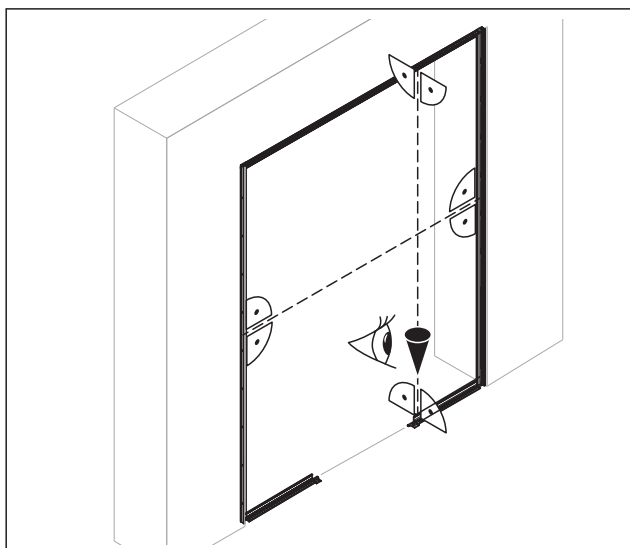

Abb. 16 Die Flucht der Anlage markieren
1. Die Flucht der Anlage (Abb. 16) am Boden z. B. mit einer Schlagschnur markieren.